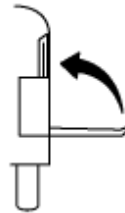

**FIG. 46**
10. Manually **RAISE** the **INBOARD ROLLSTOP** (**FIG. 46**). Pin **ACTUATOR BRACKET** to **ACTUATOR** (**FIG. 46**).